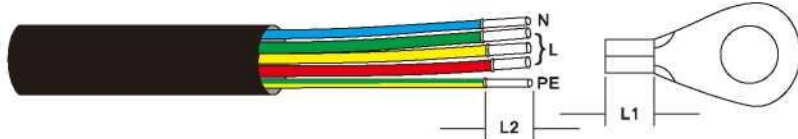

图 3.9 加工电缆线
1) 将交流电缆线外层绝缘护套剥开约 90mm, 将导线绝缘护套剥开, 使铜导体裸露出 (如图 3.9 所示)。